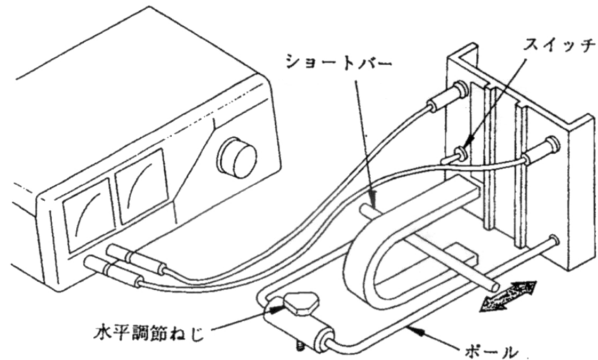

図4 実験例 (直線電流が磁界から受ける力)
- 5.1 架台を横に倒し、磁石、ショートバー、電源装置を図4のようにセットします。